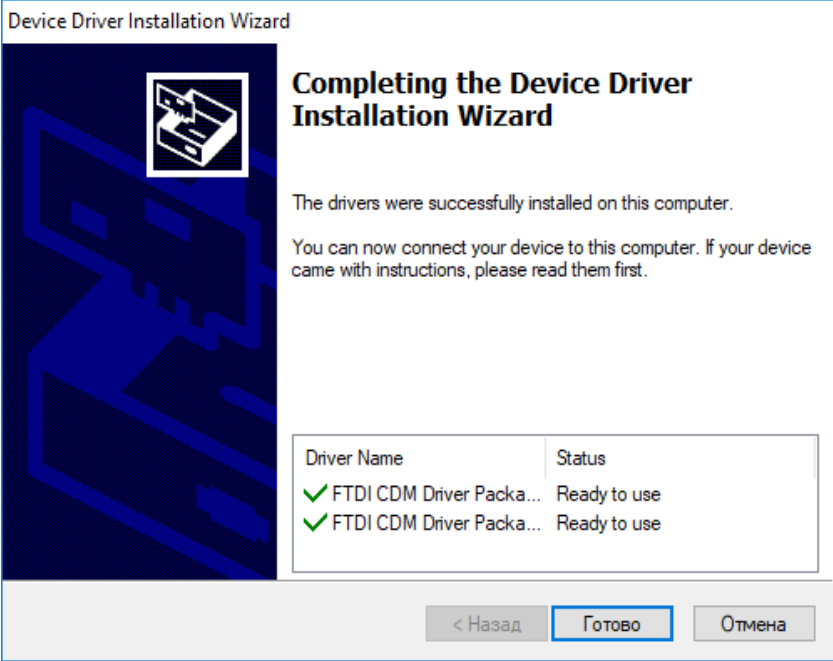

Рисунок 50
13. Для завершения инсталляции необходимо нажать кнопку «Готово», рисунок 50.